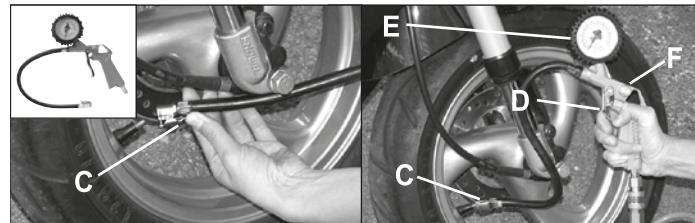

**Рис.2**
4. Поворачивая регулятор давления по часовой стрелке (рис.2), установите давление, рекомендуемое производителем пневмоинструмента.